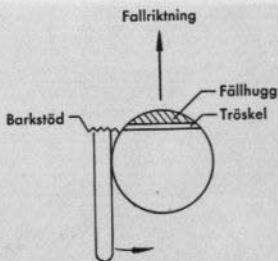

Bild 28
3. Om trädets diameter är mindre än svärdets längd, sätt barkstödet vid fällhuggets vänstra sida (räknat i fallriktningen). Ge motorn full gas och låt sågen arbeta sig igenom trädet genom vridning kring barkstödet, bild 28.